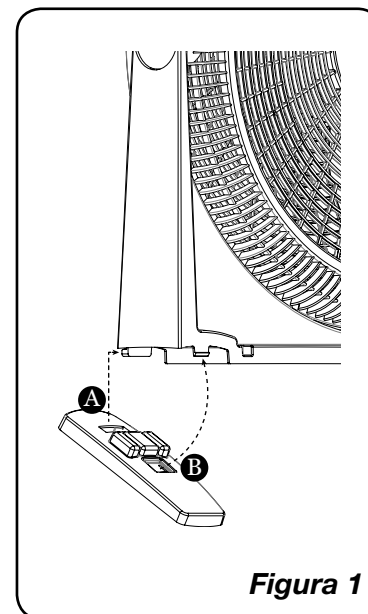

Figura 1
2. Instalar pies antes de operar el ventilador. (Figura 1)